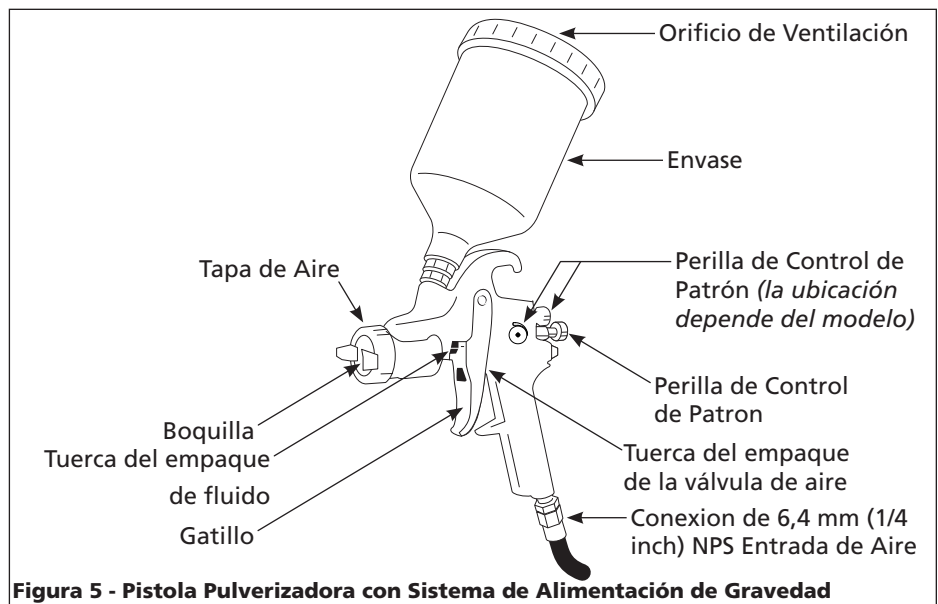

Figura 5 - Pistola Pulverizadora con Sistema de Alimentación de Gravedad
- Sáquele las tuercas que sostienen los empaques y reemplácelos **SOLO** si no puede eliminar la fuga de material después de apretar las tuercas (Vea la Figura 5). No apriete demasiado estas tuercas ya que podría restringir el movimiento de la aguja.